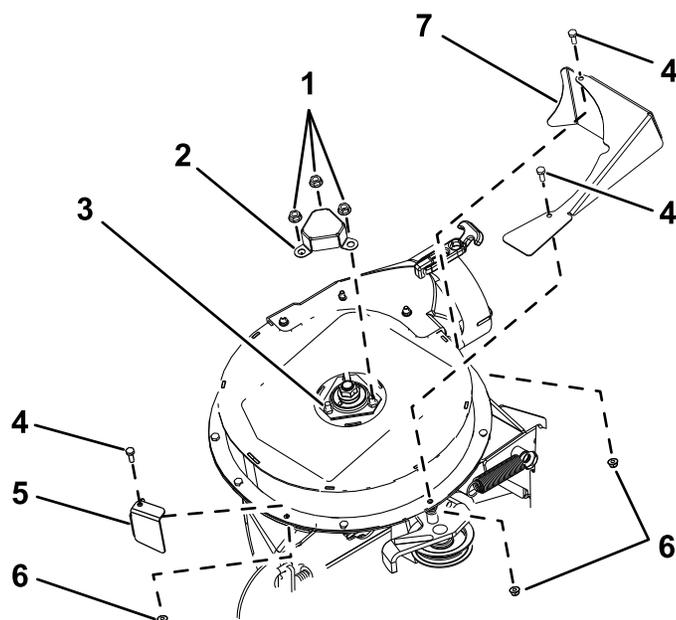

Bild 7
1. Fluchten Sie den CE-Schaftschutz an den 3 Schrauben und 3 Muttern aus, die Gehäuse des Oberlagers festhalten (Bild 7) aus.
2. Befestigen Sie den CE-Schaftschutz mit den 3 gezackten Muttern am Gebläse, die sie in Schritt 1 von Entfernen der OEM-Schaftabdeckung und Hardware (Seite 4) entfernt haben; siehe (Bild 7).
1. Fluchten Sie den vorderen CE-Schutz am oberen Gebläsegehäuse aus (Bild 7).
2. Befestigen Sie den vorderen CE-Schutz mit einer Sechskantschraube (1/4 x 3/4 Zoll) und einer Sicherungsmutter (1/4 Zoll) am oberen Gebläsegehäuse, die Sie in Schritt 3 von Entfernen der OEM-Schaftabdeckung und Hardware (Seite 4) entfernt haben; siehe Bild 7).
3. Richten Sie den CE-Spannerschutz am oberen Gebläsegehäuse aus (Bild 7).
4. Befestigen Sie den CE-Spannerschutz mit 2 Sechskantschrauben (1/4 x 3/4 Zoll) und 2 Sicherungsmuttern (1/4 Zoll) am oberen Gebläsegehäuse, die Sie in Schritt 3 von Entfernen der OEM-Schaftabdeckung und Hardware (Seite 4) entfernt haben; siehe Bild 7).